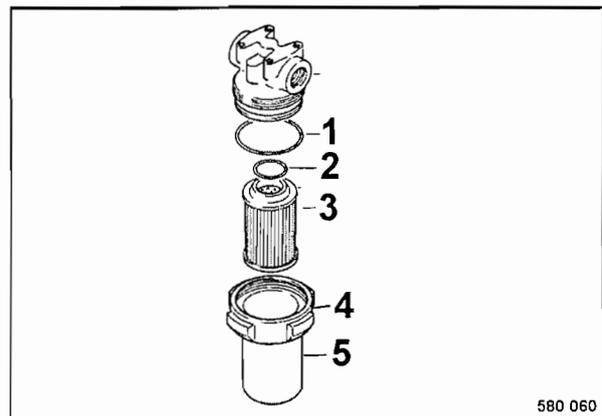

Fig. 99
- Desenroscar la tuerca racor 4 (Fig. 99) y retirar la caja filtradora (5) con el elemento filtrante (3).